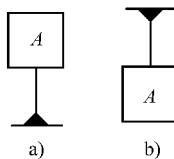

图 7-21 基准的符号块
1. 定义如图 7-21 所示的表示位置公差基准的符号块，要求如下：